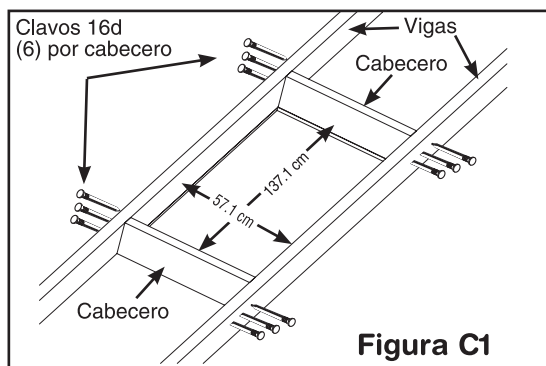

Figura C1
- Inspeccione la abertura para escalera de ático existente, para asegurarse de que cumpla con los requisitos mínimos de construcción y sus medidas sean 57.1 cm (22-1/2") x 137.1 cm (54") (99210-001 Figura C1)